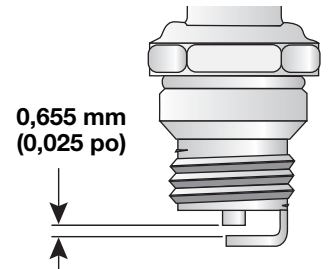

Fig. 45
3. Remplacez toute bougie fendillée, encrassée ou sale. Réglez l'écartement à 0,655 mm (0,025 po) à l'aide d'une jauge d'épaisseur (Fig. 45).